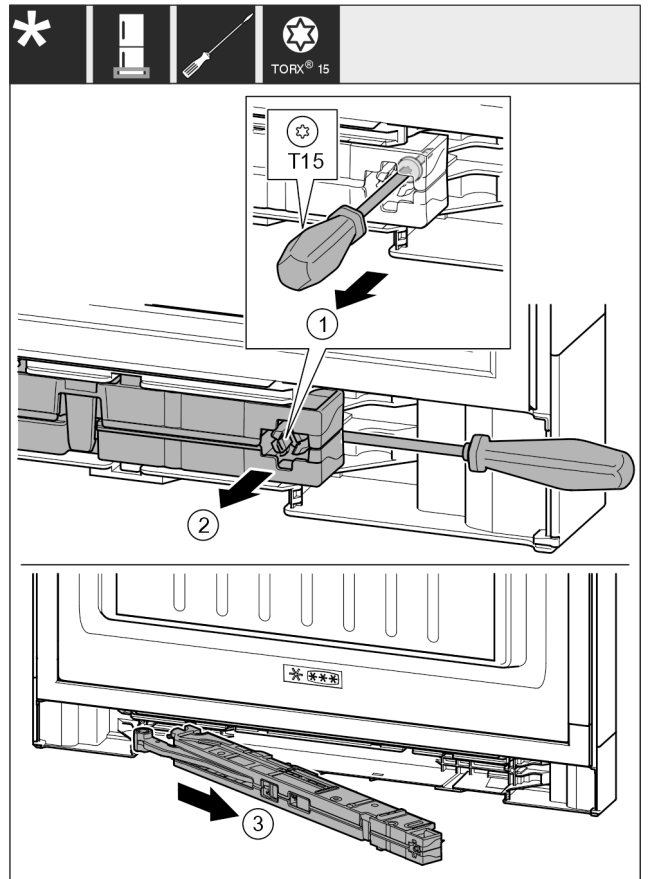

Fig. 17
- ▶ Lironi rreth 14 mm vidën në njësinë e amortizorit të mbylljes me një kaçavidë T15. Fig. 17 (1)
- ▶ Futni kaçavidë nga prapa njësisë së amortizorit të mbylljes në anën e dorëzës. Shtyjeni njësinë nga përpara. Fig. 17 (2)
- ▶ Tërhiqni jashtë njësinë. Fig. 17 (3)